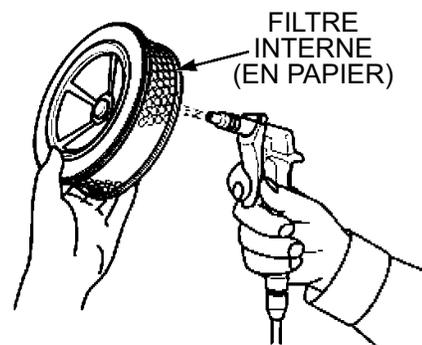

Figure 38. Nettoyer le filtre en papier interne
5. Tapoter l'élément filtrant en papier (Figure 38) sur une surface dure plusieurs fois pour enlever la saleté, ou souffler de l'air comprimé [pas à plus de 30 psi (207 kPa, 2,1 kgf/cm²) à travers l'élément filtrant depuis le côté du boîtier du filtre à air. **NE JAMAIS** broser la saleté pour l'enlever. Le brossage poussera la saleté à l'intérieur des fibres. Remplacer l'élément de filtre en papier s'il est excessivement sale.